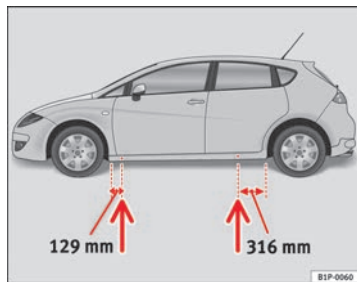

Abb. 157 Aufnahme-
- Suchen Sie den Aufnahmepunkt am Unterholm, der dem zu wechselnden Rad am nächsten liegt ⇒ Abb. 157.
Am Unterholm kennzeichnen jeweils vorn und hinten Eindrückungen die Stellen, an denen der Wagenheber angesetzt werden darf ⇒ Abb. 157. Es gibt für jedes Rad genau eine Stelle. An anderen Stellen darf der Wagenheber nicht angesetzt werden.